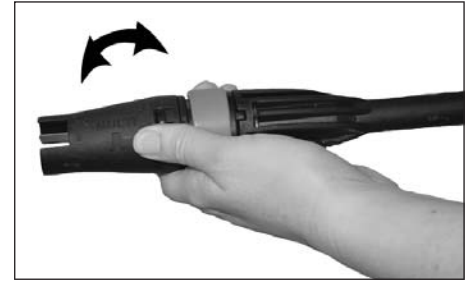

Figure 10 - Réglage de pulvérisation
4. Le motif de pulvérisation et l'intensité peuvent être changés en tournant la buse de pulvérisation au bout de la lance (voir la figure 10 & 11). Pour empêcher toute blessure, ne jamais mettre les mains devant la lance.